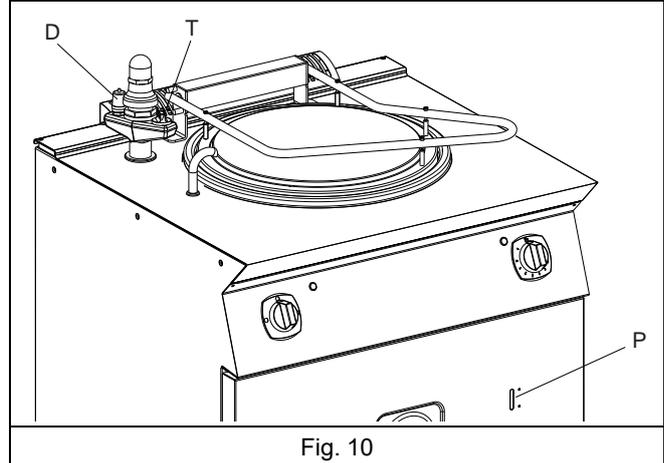

Fig. 10
Vedere Fig. 10.
1. **Versione indiretta:** a ogni messa in funzione dell'apparecchiatura, dopo 10-15 minuti, scaricare l'aria dall'intercapedine premendo la valvola di sfianto "D" (vedere Fig. 10). Ciò garantisce una pressione ottimale all'interno dell'intercapedine (miglior cottura e risparmio energetico) facendo fuoriuscire l'aria interna.
1. Vuotare e pulire la pentola aprendo la valvola di scarico "B" (vedere Fig. 10).